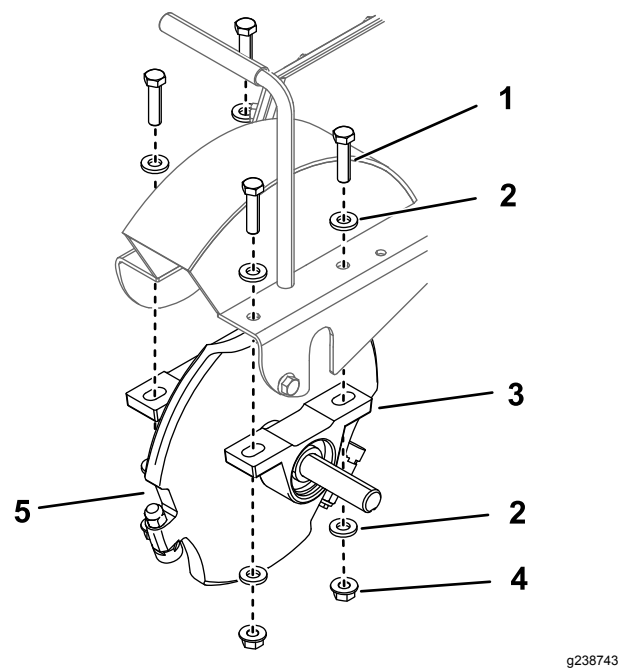

Figure 6
- 1. Boulon à embase (5/16 x 3/4 po) (3)
- 2. Contre-écrou (5/16 po) (3)
8. Déposez le disque de coupe (Figure 6).